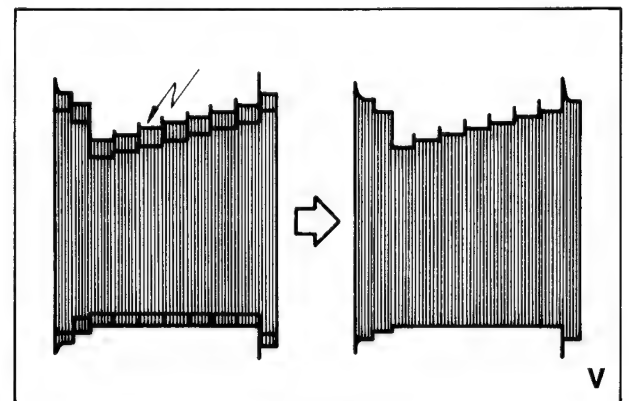

Bild 3-21
5. Tastkopf an TP 5 und mit R 75 Trägerrest auf Minimum bringen (Bild 3-21).